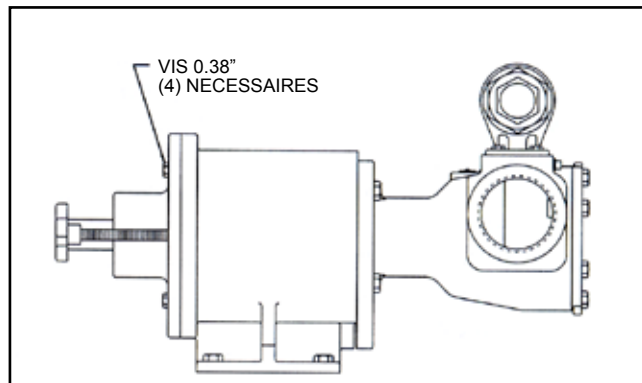

FIGURE 40
5. Installez les 4 vis de 0.38". Tournez l'arbre de sortie à la main pour vérifier que la pompe tourne librement. Voir Figure 40.